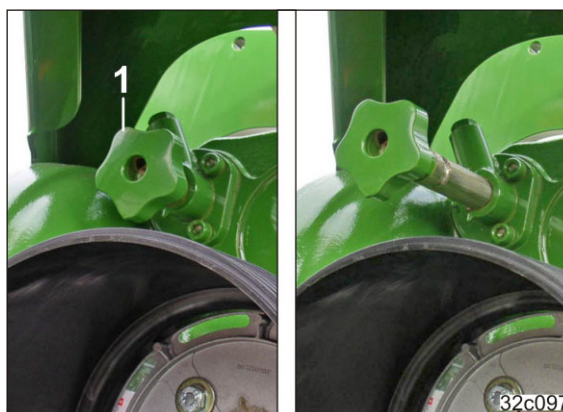

Fig. 94
1. Der Schalthebel (Fig. 94/1) dient zum Schalten der Getriebegehänge.